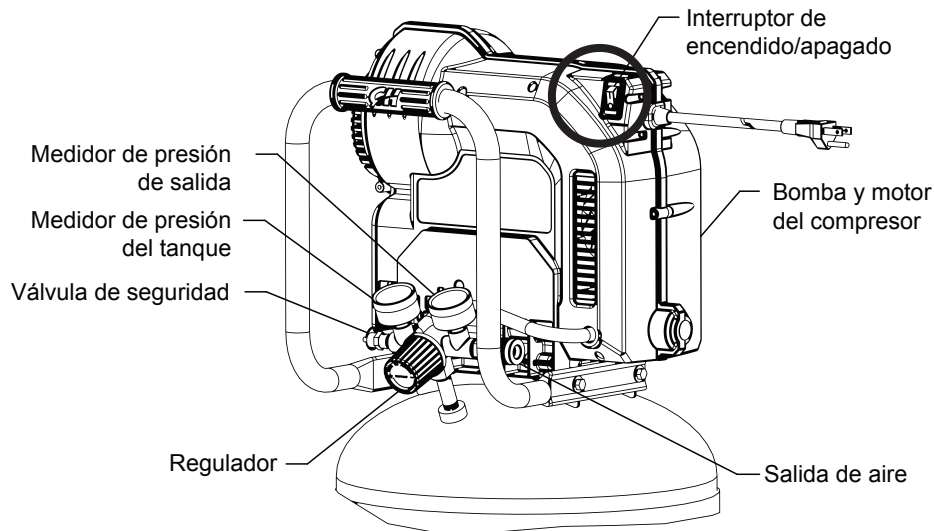

Figura 2
**Nota:** El compresor no funcionará en la posición "Apagado" ("Off"). Este interruptor debería estar en la posición de "Apagado" ("Off") cuando conecte o desconecte el cable de poder a la tomacorriente. (Figura 2)